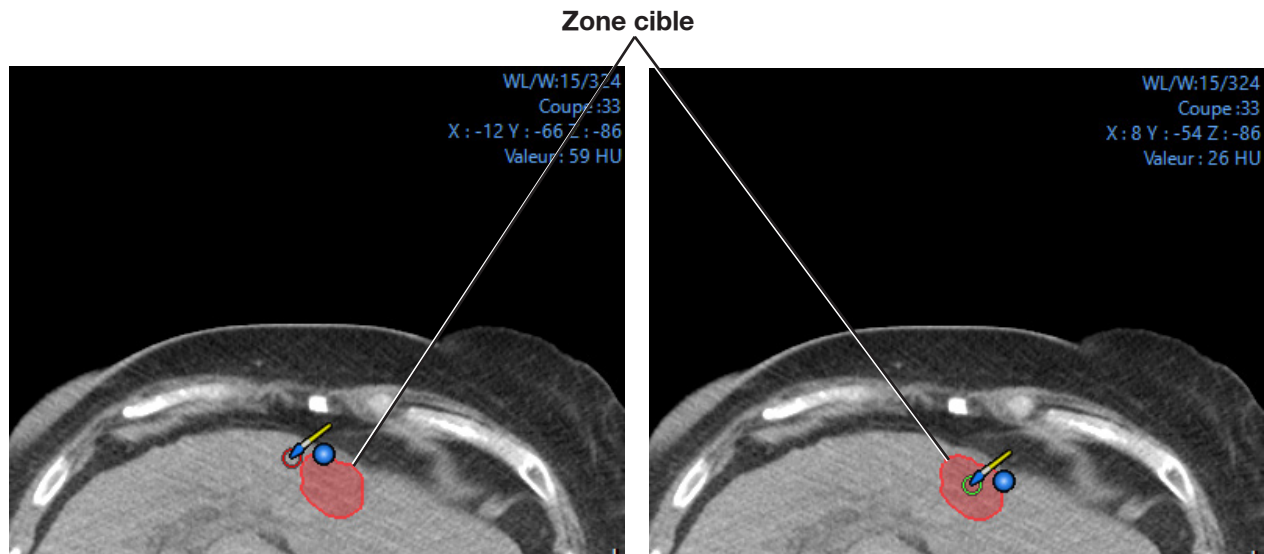

Figure 3-17 : Utiliser l'outil « Modifier » pour réduire (volet de gauche) ou augmenter (volet de droite) la taille de la zone cible.
12. Pour élargir des parties de la cible, placer le pointeur de la souris juste à l'intérieur de la zone de la cible ; un cercle vert apparaît. Cliquer sur le bouton de la souris et le maintenir enfoncé, en utilisant le pointeur pour guider le cercle. Faire glisser lentement le cercle vert le long du bord de la cible (Figure 3-17).